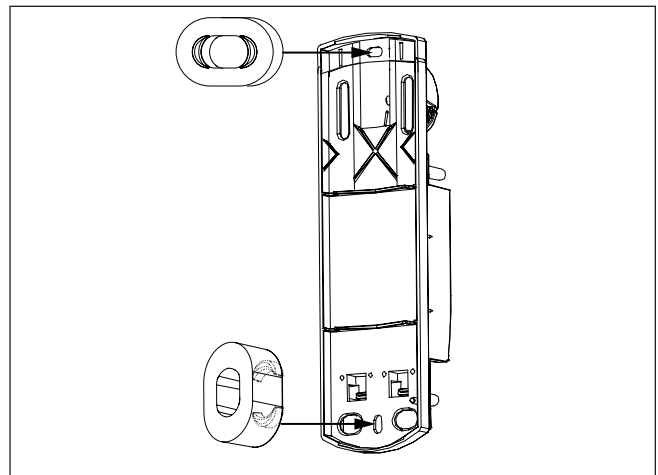

Abb. 2 Einclipsen der separaten Abstandhalter ins Schraubloch
- ▶ 2 Abstandhalter für Wand- und Deckenmontage (Abb. 2)
- Für Wand- und Deckenmontage liegen separate Abstandhalter bei. Dies verhindert ein Reißen und Verformen des Kunststoffes (Abb. 2).
- Clipsen Sie einen der beiliegenden Abstandhalter in das Schraubloch ein (waagrecht oder senkrecht, Abb. 2).